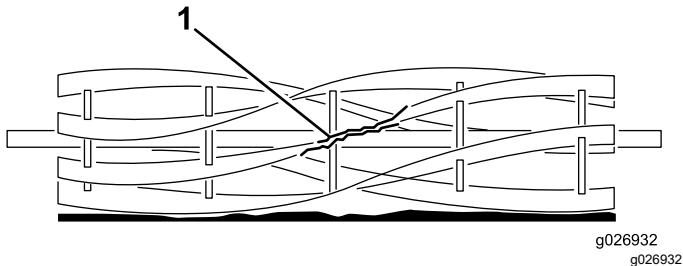

Figura 9
**Nota:** O estriamento é um estado irregular ou ondulado que se desenvolve na lâmina e no cilindro quando existe forte contacto entre estas duas peças (Figura 9). Faixas de relva por cortar e uma má qualidade de corte geral são sinais de estriamento. Amolar a lâmina e o cilindro é a única forma de reparar uma unidade de corte estriada.